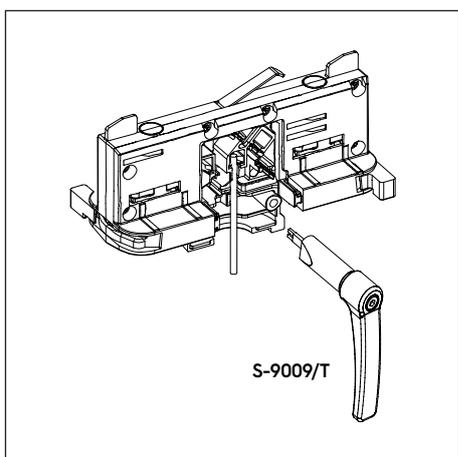
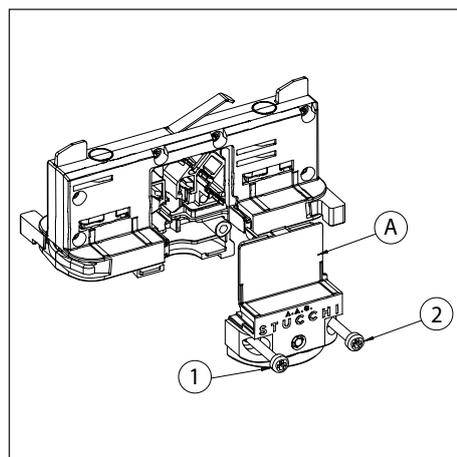

Abb. 1 Stromanschluss Adapter
Abb. 2 Verschließen vom Adapter
Für den Stromanschluss vom Adapter Kabel mit einem Querschnitt von 0,5 mm2 bis 1 mm2 verwenden, je nach Stromwert vom Strahler und nach Kabeltyp (verlötet oder verzinkt). Zum Verkabeln vom Adapter das Spezialwerkzeug (Abb. 1) verwenden. Das Werkzeug muss gesondert bestellt werden. Sicherstellen, dass die Polarität vom Adapter entsprechend der Markierungen (L / N / T / D+ / D-) beachtet wird. Gegen den Leiter drücken, bis er korrekt im Kontakt sitzt. Es sind zwei Kabelklemmen verfügbar für Kabel mit einem Durchmesser von 6 mm bis 9 mm. S-9009/10... (Grundausführung), S-9009/BC... (mit Blockierungsstift aus Plastik). Zur Befestigung der Leuchten am Adapter kann eines der folgenden drei Zubehörteile verwendet werden: S-9009/M10+S-9009/D-10, S-9009/M10+S-9009/D-10, S-9009/51 (Vorsicht: die Kabelklemme S-9009/BC... eignet sich nicht für die Verwendung mit diesen Zubehörteilen). Wenn die Leuchte am Adapter angeschlossen worden ist, muss die Abdeckung (A) mit den beiden Schrauben (1) und (2) befestigt werden. Die Abdeckung und die Schrauben werden mit dem Adapter mitgeliefert (Abb. 2).